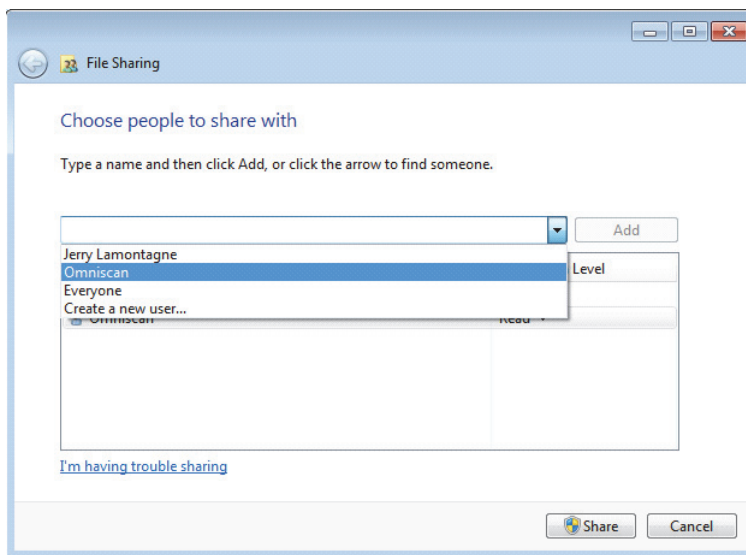

Figura 7-28 La finestra di dialogo Condivisione file (Windows 7)
5. Nella finestra di dialogo **Condivisione file** (File Sharing) [vedere Figura 7-28 a pagina 244], selezionare **Omniscan**, ed in seguito selezionare **Aggiungi** (Add).